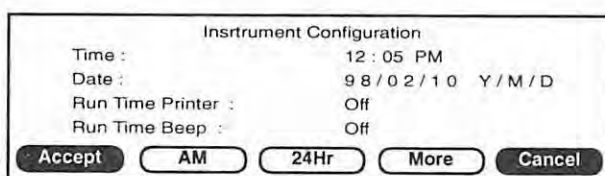

Fig.1-4 コンフィグレーションスクリーン (I)
2. **F3**-Configを押してください。まず、コンフィグレーションスクリーン (I) (Fig.1-4)が表示されます。このスクリーンから日時、プリンター、ビープ音、ポーズ時間、アイドリングセットポイント温度、プリンターボーレートおよび入力電源周波数を設定してください。
コンフィグレーションスクリーン (I) (Fig.1-4)から、現在の日時をセットできます。また、プログラム実行時間のプリントとビーブ音の有効／無効の設定をします。